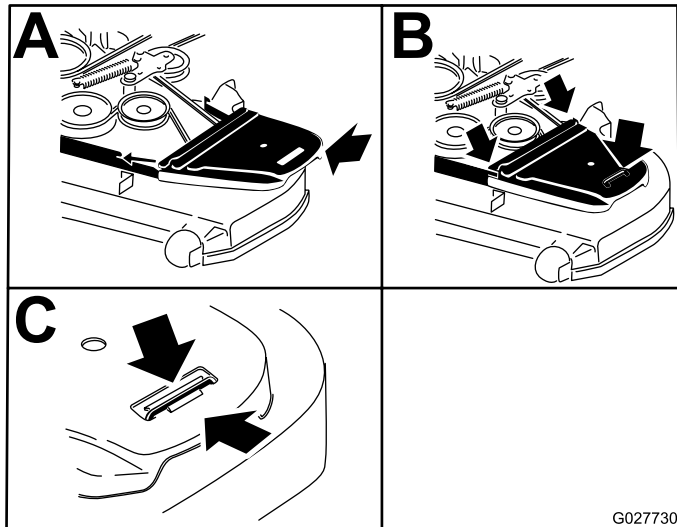

Bild 77
14. Bringen Sie die Riemenabdeckungen und die Schrauben an (Bild 77).